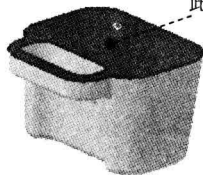

图 1.17 选取移除面
(1) 选择命令。选择下拉菜单 **插入(I) → 偏置/缩放(O) → 抽壳(H)...** 命令（或单击  按钮），系统弹出“壳”对话框。
(2) 定义抽壳类型。在 **类型** 区域的下拉列表中选择 **移除面，然后抽壳** 选项。
(3) 在 **要穿透的面** 区域单击  按钮，选择图 1.17 所示的面为移除面，并在 **厚度** 文本框中输入值 1.5，采用系统默认方向。
(4) 单击 **确定** 按钮，完成抽壳特征的创建。